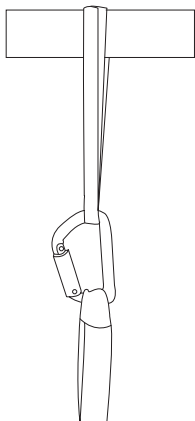

Fig. 1A: ancoraggio orizzontale
2. Collocare la cinghia di ancoraggio attorno a una struttura e nel moschettono, fig. 1A.